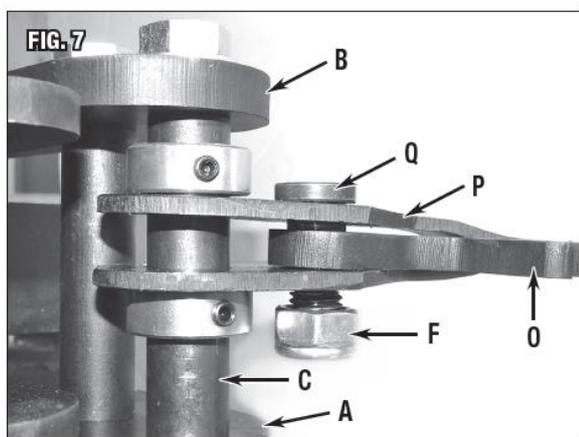

Рис. 7
2. Вставить весь узел между верхней и нижней пластинами рамы, затем вставить болт (D) M18 через обе пластины и узел трещотка/рычаг (Рис. 7).